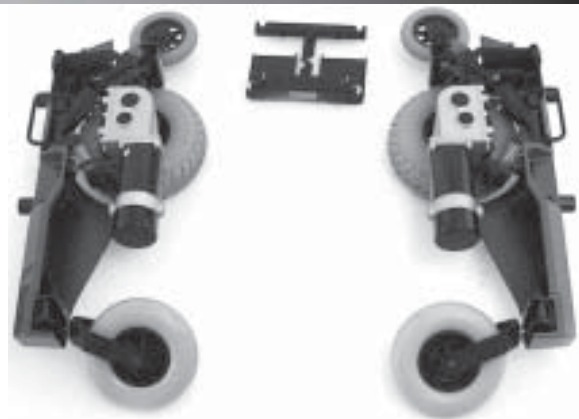

Figura 20. Gruppi telaio
1. Posizionare i tre gruppi telaio l'uno accanto accanto all'altro come illustrato nella figura 20.